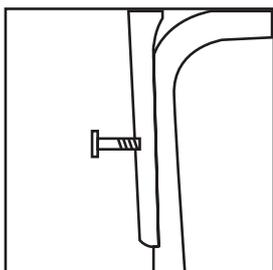

Рис. 3
- Соедините нижнюю рукоятку и верхнюю рукоятку с помощью болтов, шайб и барашковых гаек (Рис. 3, 4, 5).